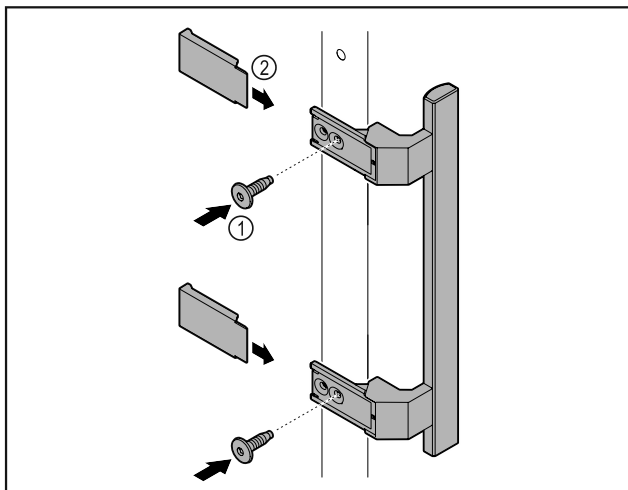

Fig. 63
- Griff aus dem Beipack mit den beiliegenden Schrauben Fig. 63 (1) an der Tür anbringen.
- Abdeckung Fig. 63 (2) aufsetzen.